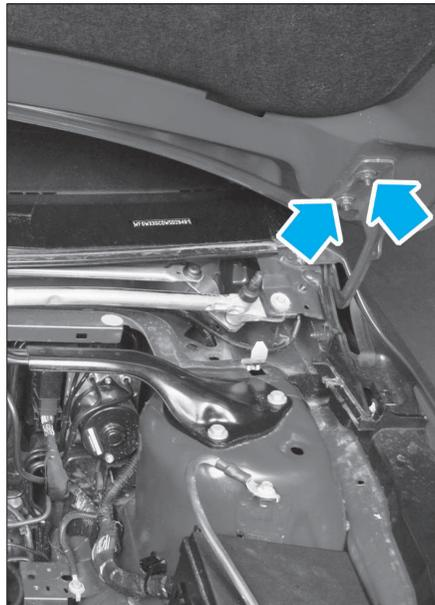

FIG. 17
- Déposer les vis de fixation du capot (Fig.17) des 2 côtés.